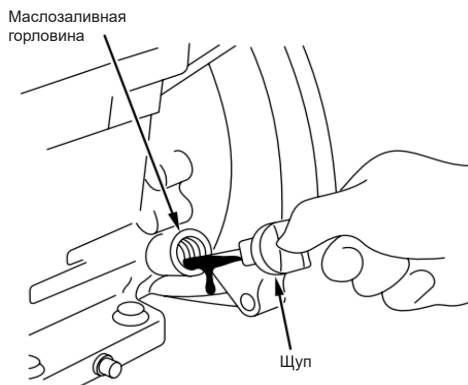

Рис. 5
- Выкрутите крышкущуп маслосаливной горловины, извлеките щуп и протрите его сухой тканью (рис. 5).